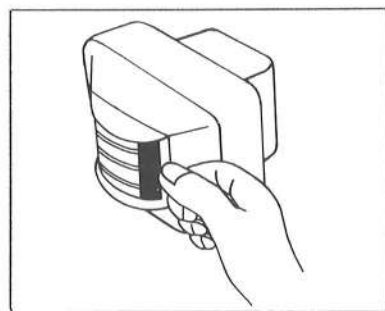

図8
- センサーの検知の不要なエリア(犬、猫などの動物の動く場所)については、センサーの不要部分に黒いビニールテープを貼ってください。(図8参照)